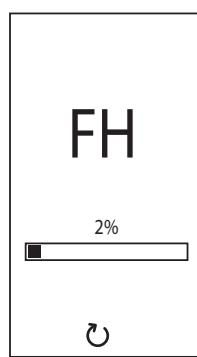

fig. 8 - Purga de aire con ventilador en marcha
- Durante los 20 segundos siguientes, en la pantalla se visualiza el código **FH**, que indica que se está efectuando el ciclo de purga del aire del circuito de la calefacción con el ventilador en marcha (fig. 8).